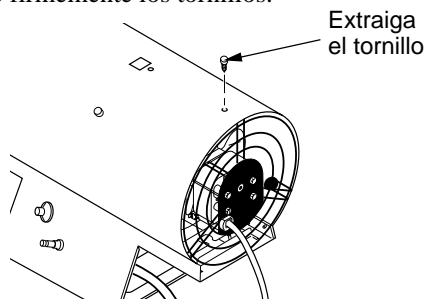

Figura 3 - Extracción del tornillo de la parte superior del resguardo del ventilador
1. Extraiga el tornillo de la parte superior del resguardo del ventilador (consulte la figura 3). Deseche el tornillo.
3. Coloque la manija sobre el orificio y el clip. Inserte dos tornillos (incluidos con la manija) a través de la manija y apriételes a la cubierta (consulte la figura 3). Asegúrese de que el tornillo posterior atraviese la cubierta y el resguardo del ventilador. Apriete firmemente los tornillos.